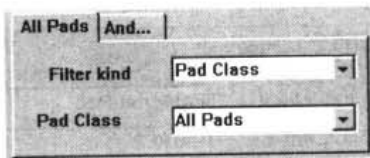

图 10-76 规则范围设置为指定的焊盘类
- **Pad Class:** 指定焊盘类。选择此项后, 规则适用范围为指定的一类焊盘, 可在 Pad class 下拉列表中选择焊盘类型, 如图 10-76 所示。